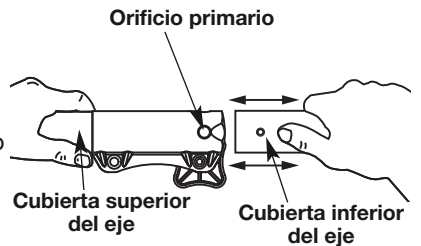

Fig. 2
3. Mientras sostiene con firmeza el bastidor del eje superior, tire del accesorio de jardín hacia afuera del acoplador (Fig. 2).
3. A la vez que sostiene firmemente el accesorio, empújelo derecho hacia el interior del acoplador Convertible™ hasta que el botón de desconexión encaje sólidamente en el orificio principal (Fig. 2).